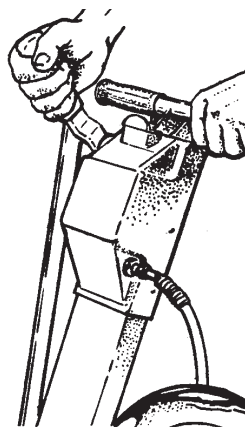

Figure 1
- 1 Abaisser le tambour de ponçage avec le levier de commande. (Figure 1)
1. Monter l'extrémité de tuyau de 5 cm (Figure 1, A) directement sur le tuyau d'évacuation (Figure 1, B).
1. Monter l'adaptateur d'extrémité de tuyau (5 x 3,8 cm- Pièce n°30563A) (Figure 1, C) sur le tuyau d'évacuation (Figure 1, B).
2. Introduire l'extrémité de tuyau de 3,80 cm (Figure 1, D) dans l'adaptateur (Figure 1, C).